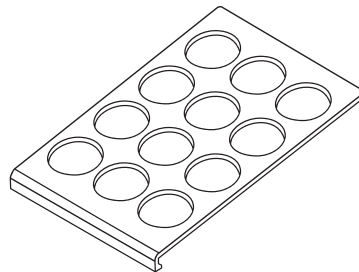

Abb. 5
- Setzen Sie das Tastaturnägel (Abb. 5) deckungsgleich auf das Telefongehäuse auf.